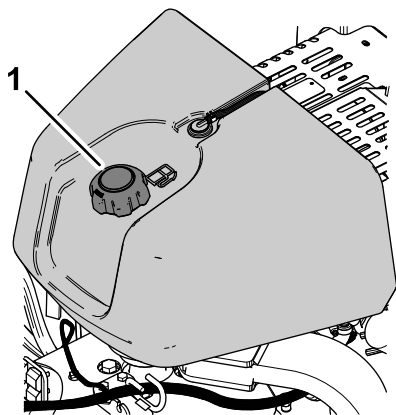

Figure 29
2. Nettoyez la surface autour du bouchon du réservoir et enlevez le bouchon (Figure 29).